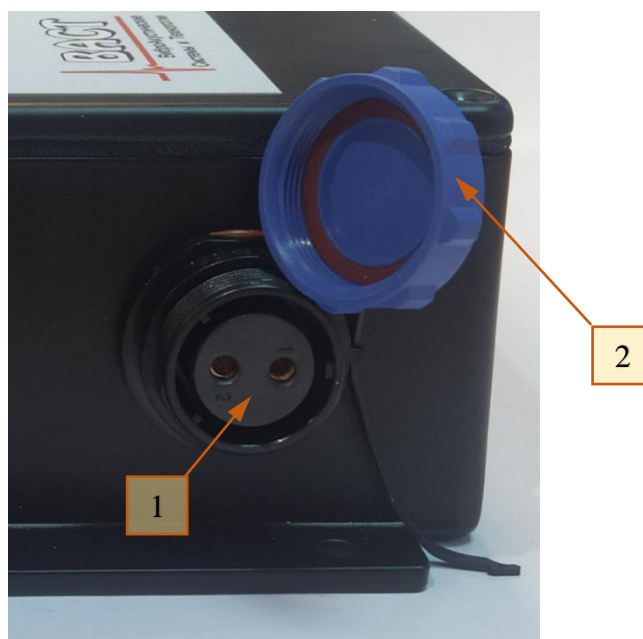

Рисунок 4
Для доступа к разъёму электропитания (см. *Рисунок 4*, поз. 1) необходимо открутить крышку (см. *Рисунок 4*, поз. 2) от герморазъёма.
- открутить крышку (см. **Рисунок 4**, поз. 2) от герморазъёма;